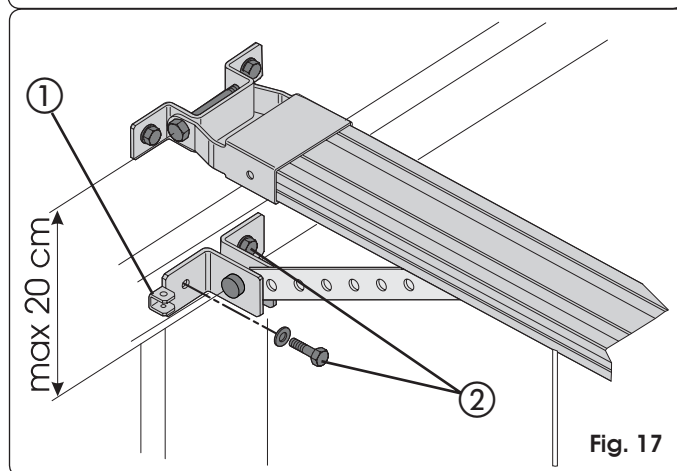
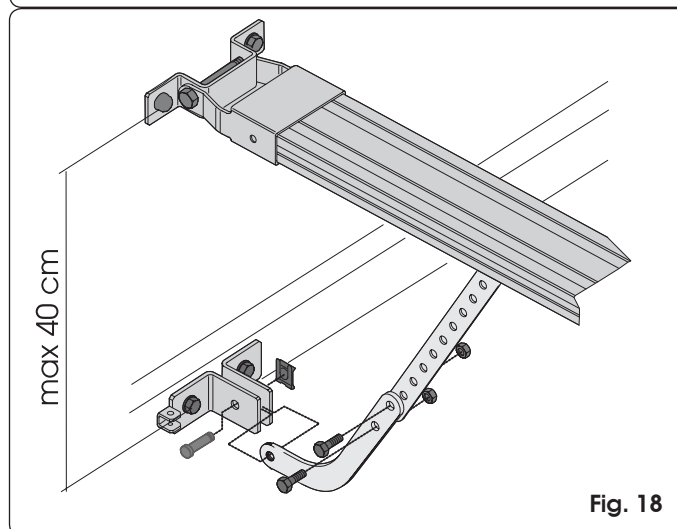

Fig. 17
Fig. 18
- 2) Posizionare l'attacco sulla porta in modo che il passante del cavetto di sblocco si trovi rivolto verso il lato sinistro della porta (rif. ① Fig. 17).
- 5) Controllare che la distanza tra gli interassi dei fori di fissaggio dell'attacco anteriore e dell'attacco sulla porta non sia superiore a 20 cm (Fig. 17). Per un corretto funzionamento dell'automazione, si consiglia di evitare inclinazioni del braccetto superiori a 30° rispetto alla guida di scorrimento. Se si utilizza il braccetto curvo per porte sezionali (opzionale) eseguire l'assemblaggio con il braccetto dritto del carrello come indicato in Fig. 18. Per migliorare l'efficienza del sistema antischacciamento, si consiglia di fissare l'attacco sulla porta sezionale il più in basso possibile, senza superare però la distanza di 40 cm dall'attacco anteriore dell'operatore.
- 5) Tracciare, forare e fissare l'attacco alla porta, tramite le viti (rif. ② Fig. 17) **NON** fornite a corredo.